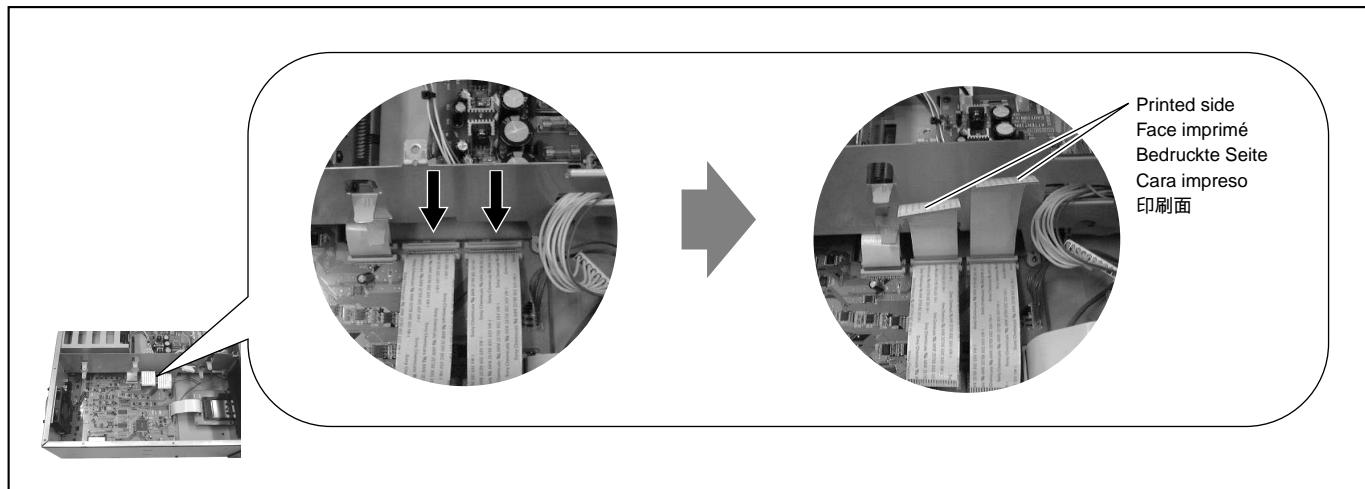

Figure 4
4. Connect the two supplied flat cables to the SREV1 so that the printed side appears as shown in Figure 4, and then close the securing clips on each side of the connectors. The two supplied flat cables are identical.
Connectez les deux câbles ruban au SREV1 de façon à ce que la face imprimée soit visible comme dans l'illustration "Figure 4". Fixez les connecteurs au moyen des attaches de part et d'autre. Les deux câbles ruban sont exactement les mêmes.
Verbinden Sie die beiden beiliegenden Flachbandkabel mit dem SREV1. Sorgen Sie dafür, dass die bedruckte Seite wie in "Figure 4" zu sehen ist. Arretieren Sie die Stecker anschließend mit den beiden Klemmen. Die beiden beiliegenden Flachbandkabel sind miteinander identisch.